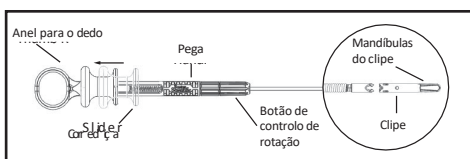

Figura 5. Resolution 360™ ULTRA Clip aplicado de forma permanente
- Opção 2: O Resolution 360 ULTRA Clip pode ser aplicado de forma permanente. Para aplicar de forma permanente o Resolution 360 ULTRA Clip, continue a deslocar a corrediça na direcção proximal depois de sentir resistência táctil, altura em que poderá ouvir ou sentir um primeiro estalido. Continuar a deslocar a corrediça proximalmente até ao segundo ponto de resistência táctil e/ou até ouvir ou sentir o segundo estalido. Continue a deslocar a corrediça proximalmente até atingir o anel para o dedo, conforme ilustrado na Figura 5.